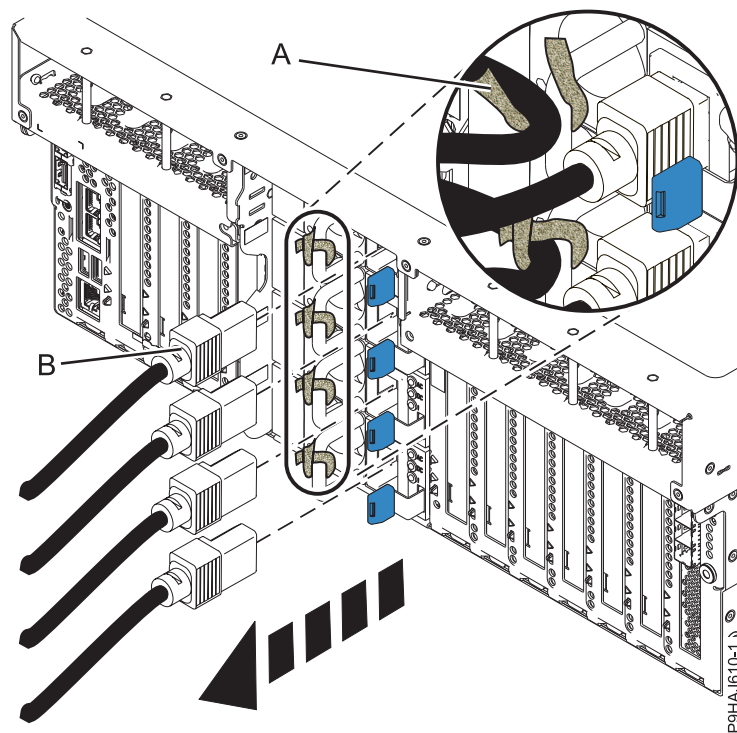

Figura 72. Extracción de los cables de alimentación de un servidor montado en bastidor
3. Etiquete y desconecte los cables de alimentación de la unidad del sistema. Vea la Figura 72 en la página 95 o la Figura 73 en la página 96.